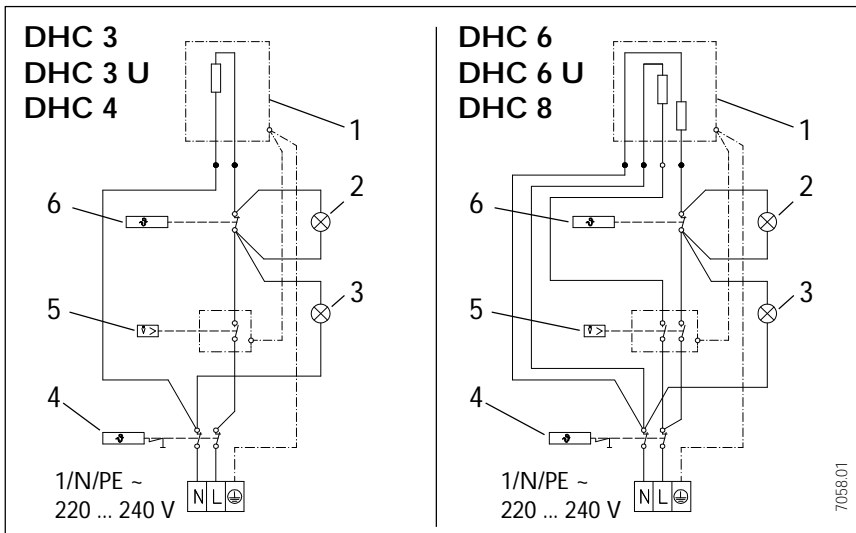

Abb. 14
⚠ Das Gerät muß an den Schutzleiter angeschlossen werden (siehe Abb. 14).
Legende Abb. 14
- Elektrischen Anschluß (Pos. 10) entsprechend Abb. 14 herstellen und Schrauben der Zugentlastungsschelle festdrehen.
- Festverlegte Leitung (Pos. 7) für elektrischen Anschluß (Pos. 10) entsprechend Abb. 14 herstellen.
- Festverlegte Leitung (Pos. 15) für elektrischen Anschluß (Pos. 16) entsprechend Abb. 14 herstellen.